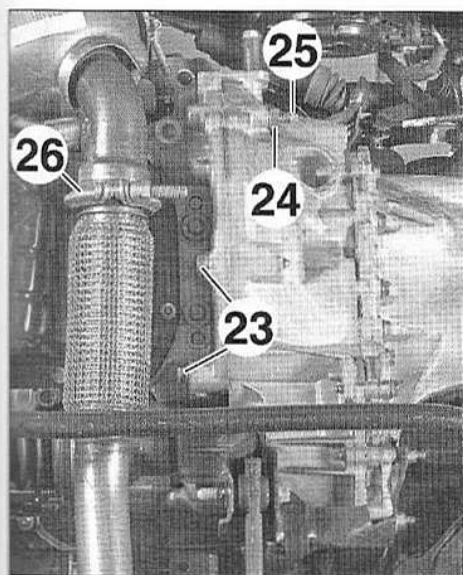

FIG.12
- les 2 vis (23) (Fig.12),
- l'écrou (24),
- le goujon (25),
- le collier d'échappement (26).